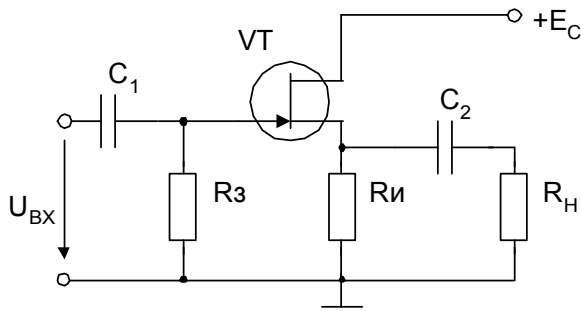

Рис. 20
Усилительный каскад с общим стоком (рис. 20,21)
4.18. В схеме истокового повторителя на ПТ (рис. 20) с p-n переходом $R_3 = 2 \text{ МОм}$, $R_{И} = 2 \text{ кОм}$, $R_{Н} = 100 \text{ Ом}$, $S = 12 \text{ мА/В}$. Определить параметры по переменному току.